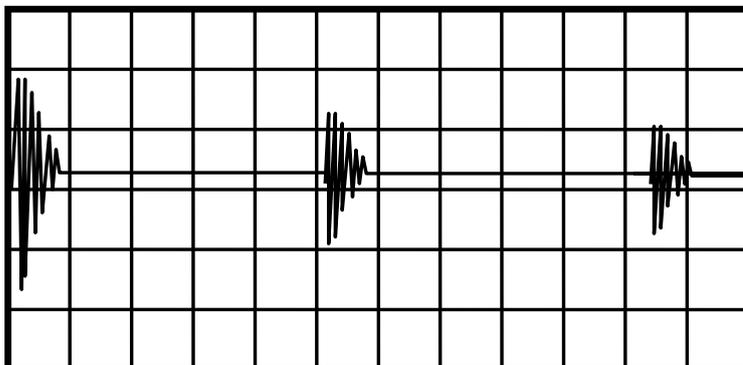

Figura 10: Forma do espectro a ser observado.
7. Se você teve sucesso, o gráfico parecerá como o da Figura 10 abaixo. Repita de necessário. O segundo conjunto de vibrações com amplitudes consideráveis indicam eco.